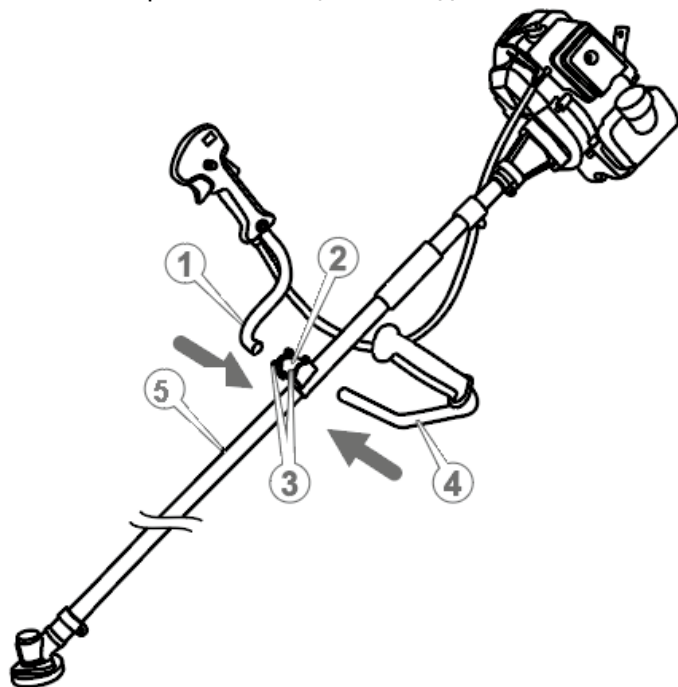

Рисунок 3. Схема встановлення руків'їв виробу.
- на кронштейні (2, рис. 3) викрутити шестигранним ключем чотири гвинти (3, рис. 3) і роз'єднати його;
- встановити верхню і нижню частини кронштейна (2 рис. 3) на «штангу» (5, рис. 3) і з'єднати так, щоб частини руків'я вільно входили в отвори кронштейна;
- розташувати кронштейн таким чином, щоб руків'ями було зручно керувати мотокою, а трос (21, рис. 1) керування дроселем і запалюванням був послаблений, та затягнути до упору гвинти (3, рис. 3). Перевірити надійність кріплення руків'їв – прокручування в кронштейні не допускаються.